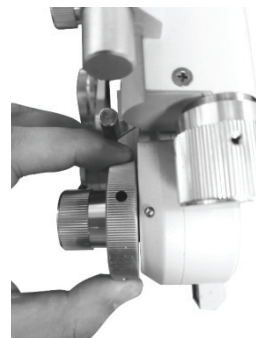

Abb.12
Um die erforderliche Dioptrieneinstellung schnell zu erreichen, verwenden Sie einen starken kugelförmigen Leistungsknopf ②②, dann nimmt der Wert S in Schritten von 3,00D Dioptrien progressiv zu oder ab (Fig.12).